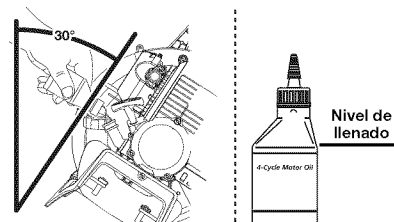

Fig. 22
4. Incline el unidad 30° (Fig. 22).
NOTA: Use la botella y la boquilla que guardó del uso inicial para medir la cantidad correcta. El nivel de 90 ml (3.04 onzas) está aproximadamente en la parte superior de la etiqueta de la botella (Fig. 22). Mida el nivel con la varilla de medición. Si el nivel está bajo, agregue una pequeña cantidad de aceite y vuelva a medir. No lo llene demasiado.